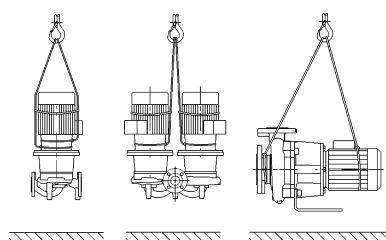

Fig. 7: Pumpun kuljetus
- Moottorissa olevat kuljetussilmukat on tarkoitettu vain kuorman kiinnityksen ohjaukseen (Fig. 7).